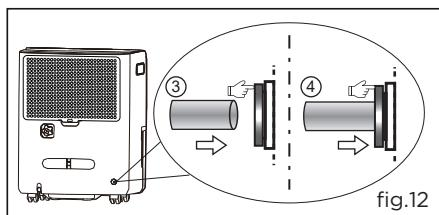

fig.12
- b. Tout en insérant le tuyau de drainage sur le raccord de drainage, maintenez la pression sur l'anneau. Assurez-vous qu'il est bien connecté afin qu'il soit complètement en place;(fig.12)